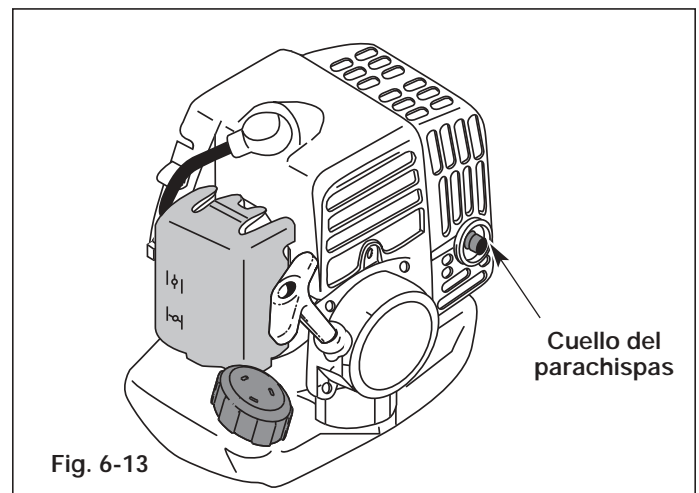

Fig. 6-13
1. Voltee el cabezal motorizado de manera que la parte posterior del motor apunte hacia adelante. En esa posición, la cuerda de arranque queda a la izquierda (Fig. 6-13).